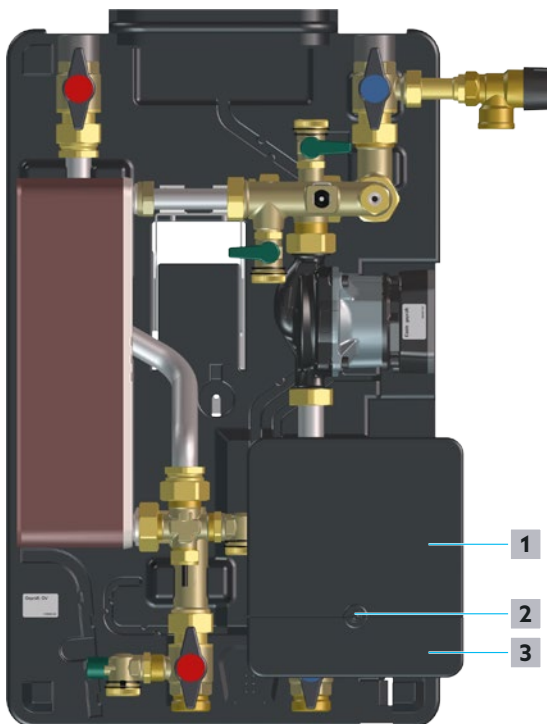

Abb. 22: Regler öffnen
- 3 Lösen Sie die Schraube (siehe Position 2 in Abb. 22 auf Seite 28) und legen Sie diese beiseite.
- 4 Schieben Sie die Abdeckung-Anschlusspanel (siehe Position 1 in Abb. 22 auf Seite 28) hoch bis diese hörbar einrastet.
- 5 Klappen Sie die Abdeckung-Zuleitungen (siehe Position 3 in Abb. 22 auf Seite 28) ab.